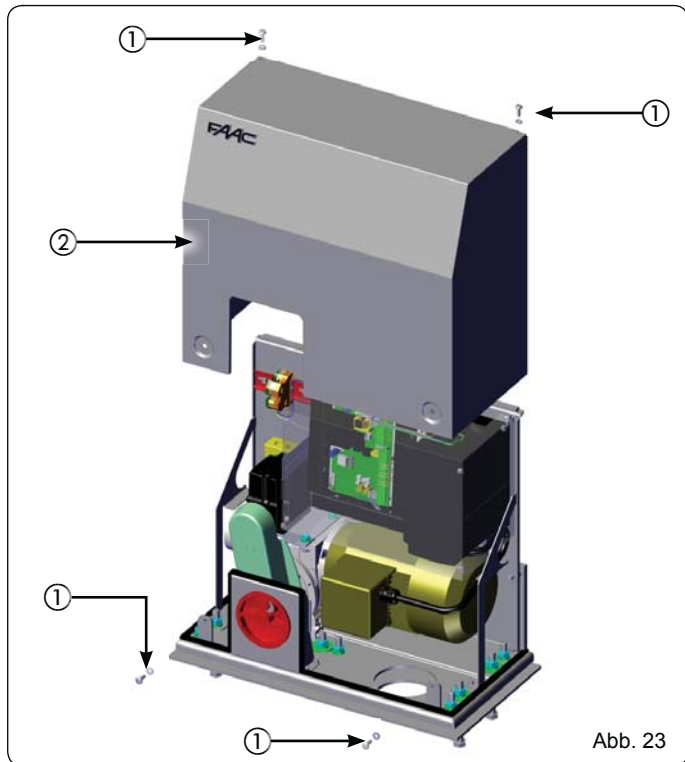

Abb. 23
Die Abdeckung aufsetzen (Abb. 23 Bez. ②) und mit den vier entsprechenden Schrauben befestigen (Abb. 23 Bez. ①). Dem Kunden das "Benutzerhandbuch" übergeben, den korrekten Betrieb und Einsatz des Getriebemotors illustrieren und auf die potentiellen Gefahrenquellen der Automation hinweisen.